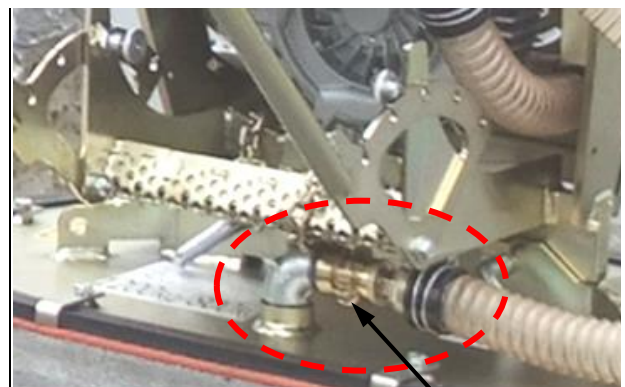

Abb. 2
- Zur Erhöhung der Saugleistung bei stark porösen Lasten (Steinplatten) kann die standardmäßig montierte Schnellwechsellkupplung (3) von der Saugplatte demontiert werden, um den Vakuumschlauch dann direkt an die Saugplatte anzuschließen.
- Hierfür muss Schnellwechsellkupplung (3) am Saugschlauch entfernt werden (→ Abb. 2 + 3).